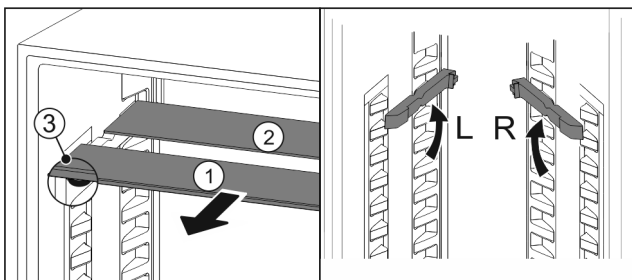

Fig. 96
- ▶ Wyciągnąć Fig. 96 (1) pojedynczo półki szklane do przodu.
- ▷ Płyta szklana Fig. 96 (1) z listwą ozdobną znajduje się z przodu.
- ▷ Stopery Fig. 96 (3) wskazują w dół. Urządzenia z komorą zamrażalnika\*